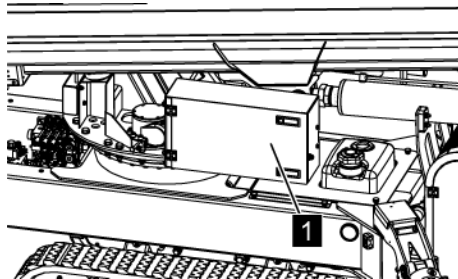

Abb. 187: Hydrauliksteuerkasten
7. → Den Hydrauliksteuerkasten (Abb. 187/1) öffnen.